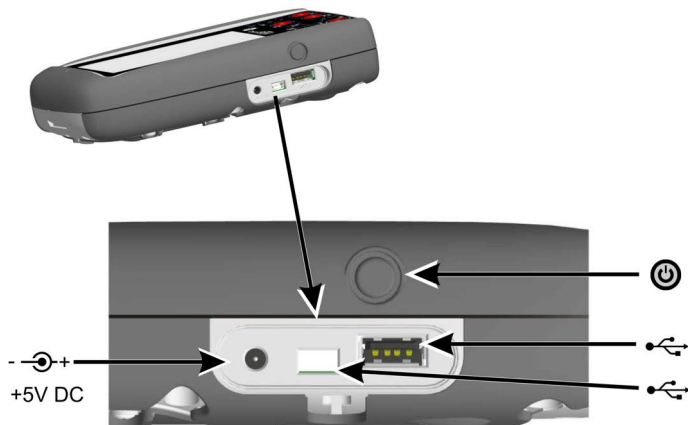

Рисунок 1-4: Кнопка питания и разъемы DPI 620 Genii
1. Подключите источник питания постоянного тока к гнезду + 5 В пост. тока на боковой стороне устройства (см. рис. 1-4).
Если устройство выключено, нажмите на кнопку питания (рис. 1-4), чтобы замигал дисплей и появился экран заставки.